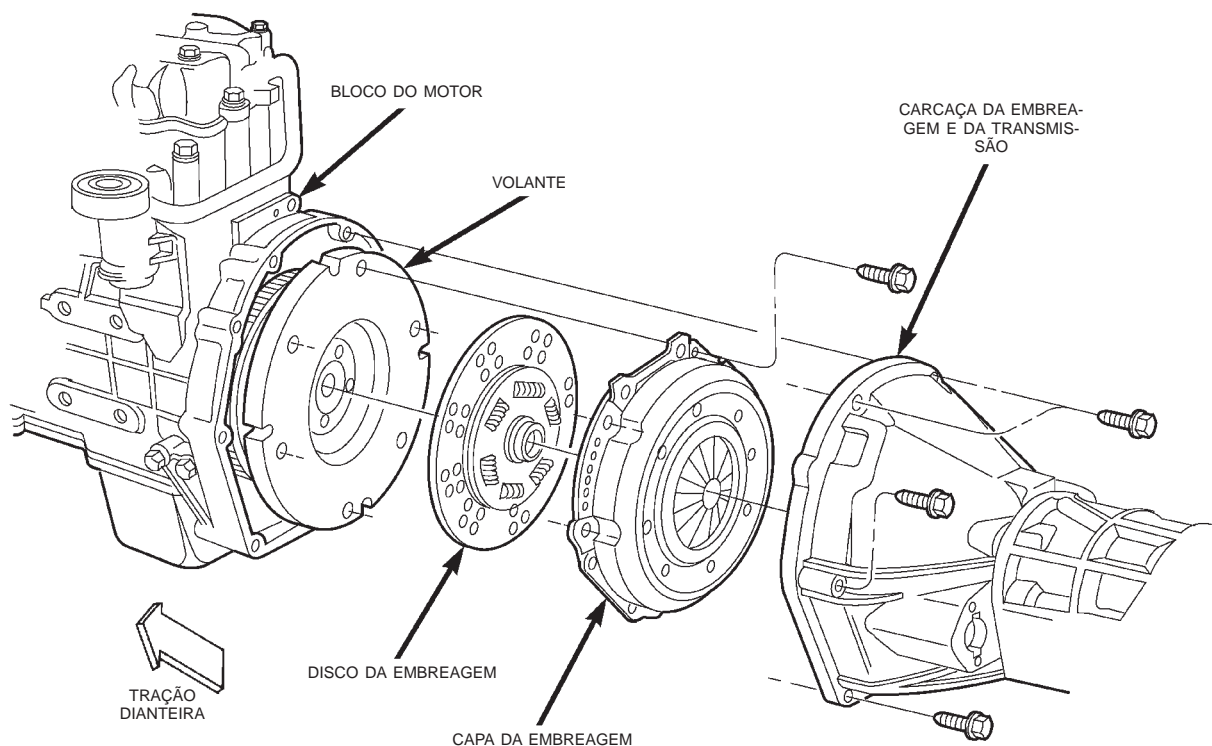

Fig. 10 Montagem da Transmissão no Motor
2. Instale a transmissão no veículo (Fig. 10).
3. Instale os dois (2) parafusos inferiores da transmissão. Aperte-os com torque de 74,6 N·m.